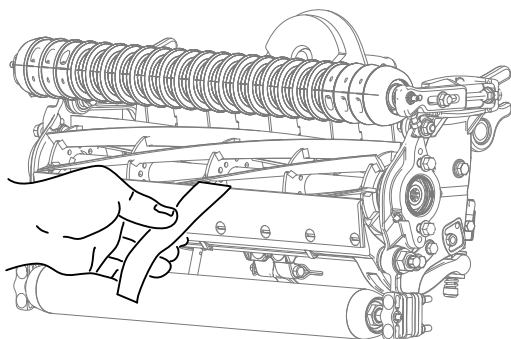

図 20
2. 切れ味確認用のペーパートロのパーツ番号 125-5610を一枚、リールと下刃との間に、下刃に対して直角になるように差し入れて、カッティングユニットの切れ味をテストする図 20。ゆっくりとリールを回転させるこれで紙が切れれば合格である。